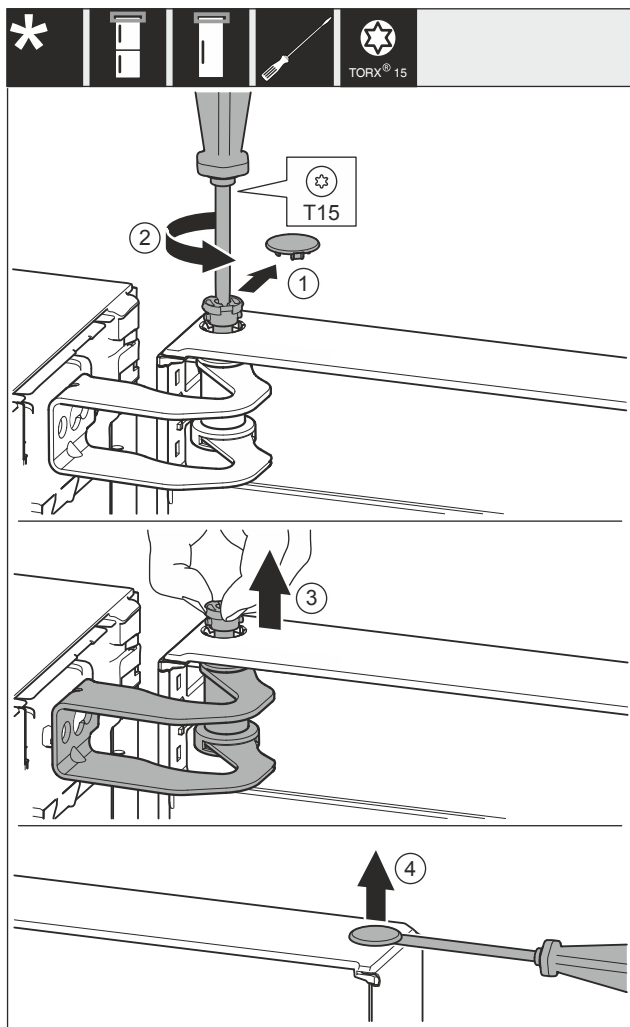

Fig. 13
- ▶ Opatrně sejměte kryt Fig. 13 (1).
- ▶ Šroubovákem o kousek vyšroubujte čep Fig. 13 (2).
- ▶ Čep Fig. 13 (3) vytáhněte prsty.
- ▶ Kryt Fig. 13 (4) opatrně nadzvedněte šroubovákem a odstraňte.